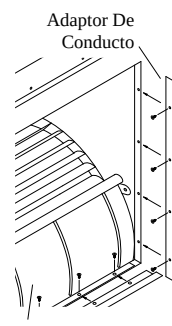

Fig. 1
- **Instale los adaptadores del conducto.** Un adaptador del conducto de 4 pedazos es disponible como un accesorio opcional. Llame 1-800-643-8341 para obtener éstos de la fábrica. Alinee los agujeros en los adaptadores con los agujeros en los lados del salida y sujételos con los tornillos proporcionados (véase fig. 1). Nota: Los 4 pedazos son idénticos a excepción del modelos 5000SD y N55/65S, lo cuales tienen un pedazo formado que sujeta al fondo del salida. Para instalar este pedazo formado, quite los tornillos de la placa limitadora y deslice el pedazo formado entre la placa limitadora y la salida. Puede necesitar aflojar otros tornillos para realizar esto. Alinee los agujeros y sujete el adaptador con los tornillos quitados previamente.